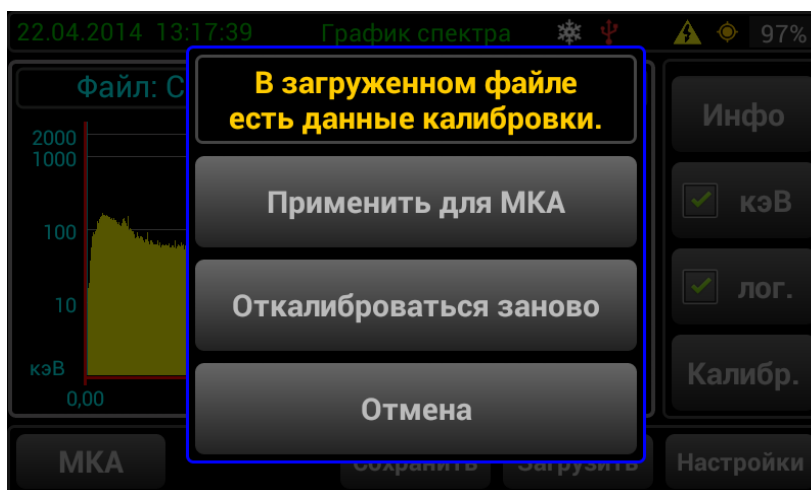

Рис. 58. Применение калибровки.
1.11.7.11.16.8.3.7 **Анализ загруженного спектра.** Все операции с загруженным спектром производятся также, как и с набранным спектром. Кроме того, калибровка из загруженного спектра может быть применена в МКА. Чтобы выполнить это, нажмите кнопку «Калибр.» и нажмите «Применить для МКА» (см. Рис. 58). Для возврата в меню «СПЕКТР» нажмите кнопку «МКА».